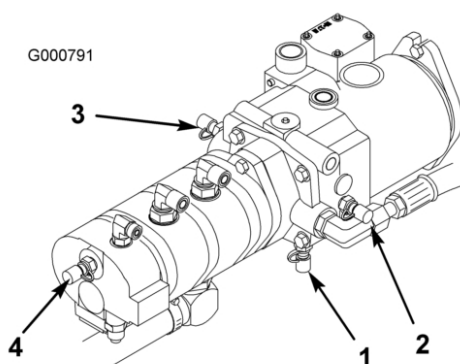

Figura 69
4. El punto de prueba D, ubicado en la parte inferior de la transmisión hidrostática (Figura 69), se utiliza para medir la presión de carga de la transmisión.
5. El punto de prueba E se utiliza para medir la presión de la tracción hacia adelante (Figura 69).
6. El punto de prueba F se utiliza para medir la presión de la tracción hacia atrás (Figura 69).
7. El punto de prueba G se utiliza para medir la presión del circuito de dirección (Figura 69).